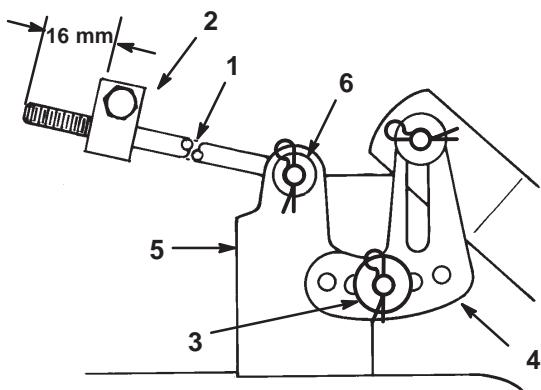

**Bild 7**
6. Haken Sie die Feder des Schneidhubwerks zwischen der rechten Hubhalterung des Schneidwerks und der Befestigungsschraube aus (Bild 7). Verwenden Sie das mit der Maschine gelieferte Federwerkzeug.